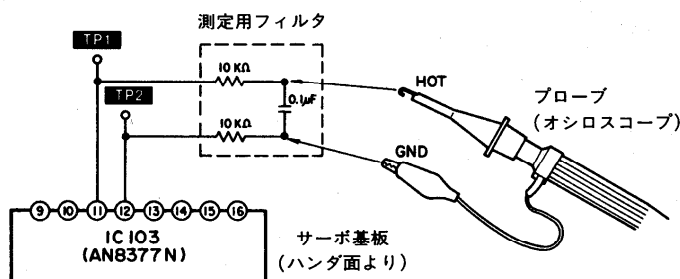

図 1
- 測定用フィルタ (図 1 参照)
① ターンテーブルの高さ確認および調整
注：サーボ基板のハンダ面へのオシロスコープのプローブの接続は、図 1 を参照してください。